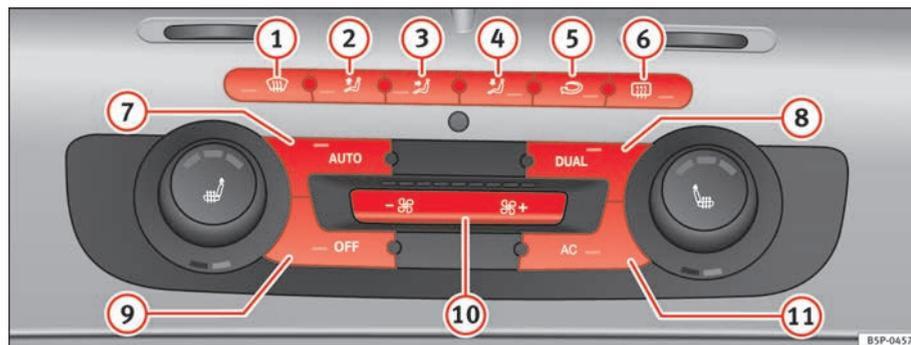

Fig. 132 Comandos do 2C-Climatronic no painel de instrumentos.
- Para activar o modo manual premir um dos botões do ⇒ página 168, fig. 132 (1) ao (5), ou premir os botões do ventilador (10). A função seleccionada aparecerá no visor do rádio ou do navegador.
- Premir o botão  ⇒ página 168, fig. 132 2, para ligar e desligar o modo de recirculação do ar. Está ligada se no visor é apresentado o símbolo .